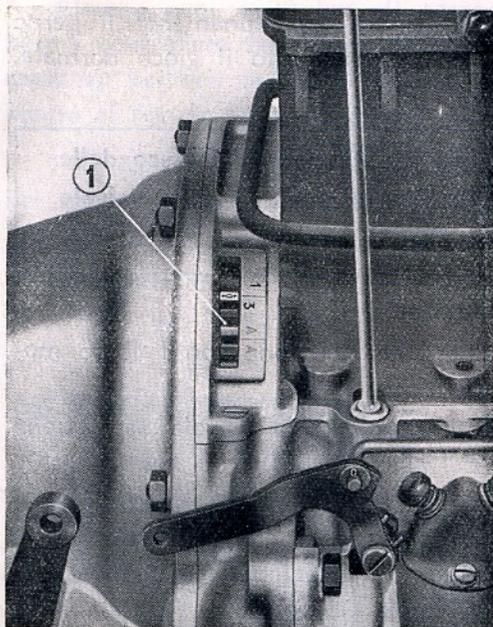

Fig. 8. - Indice per la messa in fase della distribuzione
- b) Far girare — con la manovella — l'albero motore fino a che il dente del volano motore, segnato con la lettera « O » non venga a coincidere con l'indicazione 1/3 segnata sul bordo della feritoia della scatola del volano (ved. fig. 8) ed il pettine dello spinterogeno sia in corrispondenza del contatto del cavo che va al cilindro N. 3 (vedi fig. 14).